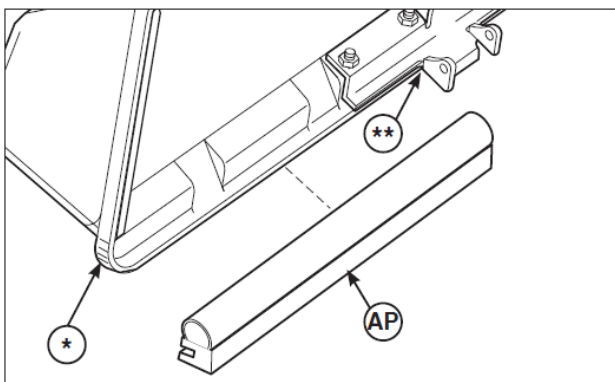

図 30
4. カバーエッジ (図 30 の AP) を、グラスキャッチャーの内側のヒンジの左側の端 (*) からカバー Assy の角 (***) に向けてはめ込んでください。